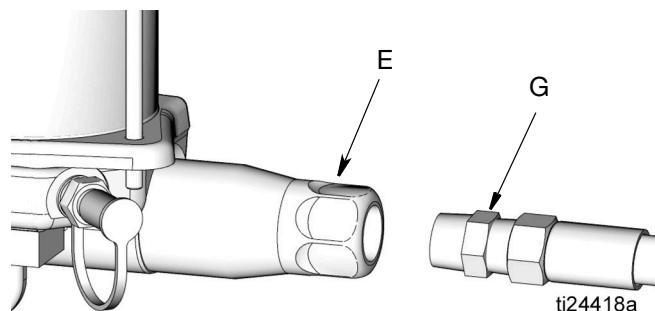

FIG. 8
- Raccorder la sortie (E) de la pompe à la conduite de lubrification (G) (FIG. 8).